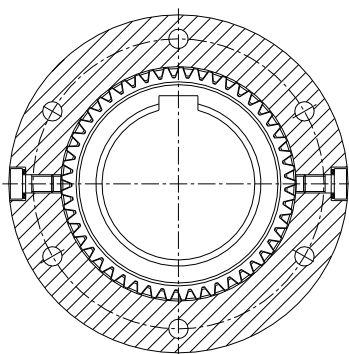

Figura 42: Posição horizontal dos parafusos
- Gire o acoplamento até que os parafusos (componente 7) de lubrificação estejam na posição horizontal (ver figura 42).